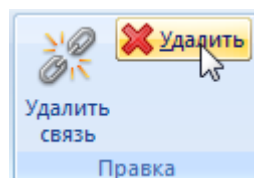

Рис. 10-384 – Кнопка «Удалить» панели «Правка»
4) Выбранная папка раскроется и в ней появится новый сценарий (рис. 10-384). Для создания сценария ввести «Обозначение» сценария.